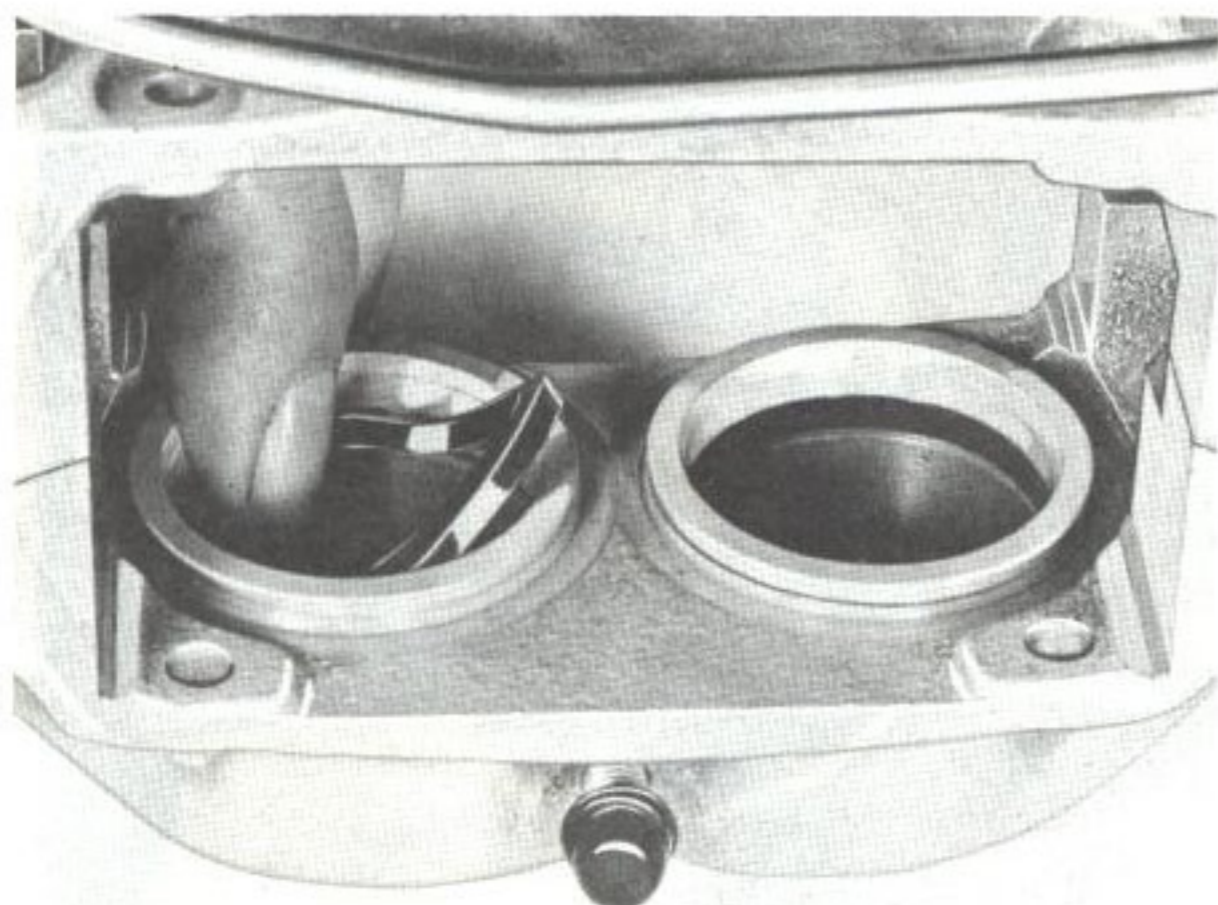

Bild 23. Montering av tätningring
2. Montera de nya tätningarna i cylindrarna, se bild 23.